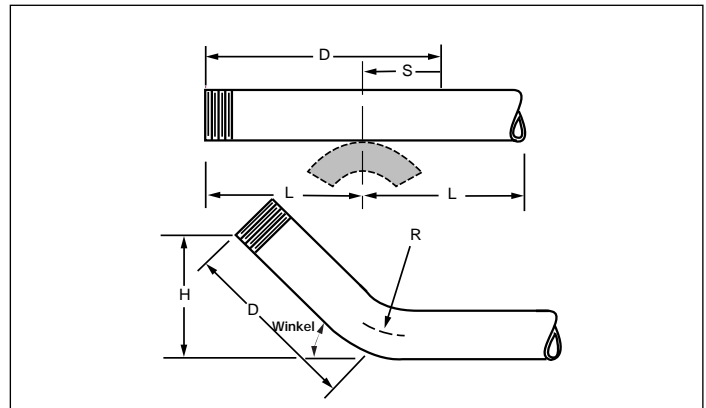

Abbildung 6
- Aus Tabelle 2 den Diagonalabstand (D) für die gewünschte Biegung (H) entnehmen. Die Diagonalabstand (D) vom geraden Ende des Rohres messen.
- Die zu biegende Rohrgröße in Tabelle 3 suchen und das Rücksetzmaß (S) für den gewünschten Biegepunkt entnehmen.
- Das Rücksetzmaß (S) am Rohr entsprechend Abbildung 6 markieren.
⚠ Die Markierungen (B) dürfen nicht näher am Rohrende liegen als die Mindestlänge (L), sonst werden die Rohrenden nicht durch die Schwenkzapfenschuhe gehalten (siehe Abb. 6, Beispiel 3 und Tabelle 5 mit Mindestlänge "L").